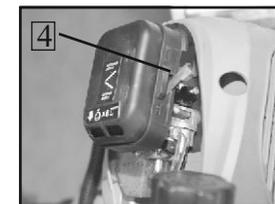

рис. 6
а) Переведите выключатель зажигания **1** (рис.6) в положение “СТАРТ”;
в) Переведите рычаг воздушной заслонки **4** (рис.6) вверх в положение “Полностью закрыта”;
е) Переведите рычаг воздушной заслонки **4** (рис.6) вниз в положение “Полностью открыта”.
7.1.3 Запуск “горячего двигателя”. При запуске прогретого двигателя нет необходимости полностью закрывать воздушную заслонку. Перед запуском прогретого двигателя установите рычаг воздушной заслонки **4** (рис.6) в положение “Частично закрыта” - среднее положение между “Полностью закрыта” и “Полностью открыта”. Далее запускайте двигатель как указано в п.7.1.2 (г-е).
7.2.1 Отпустите рычаг управления дроссельной заслонкой **3** (рис.6).
7.2.2 Переведите выключатель зажигания **1** (рис.6) в положение “СТОП”